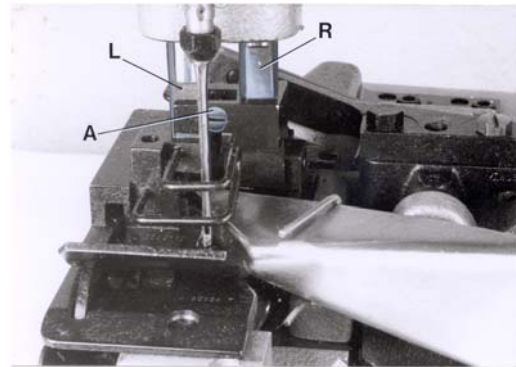

Fig. 10
Styles 80800TL, TAL, U, UA, UL and UAL have a two-piece presser foot. Insert the right presser foot part on the pivot of the right presser bar (R, Fig. 10) and align the flats on the left presser bar (L, Fig. 10) to the guide fork of the presser foot shank. The flats on the left presser bar should slide freely in the fork, this can be adjusted with screw (A). Secure this setting with the lock nut. Now insert the left presser foot part on the pivot of the left presser bar (L) and align it with needle slot and feeler slot to the throat plate. Tighten set screws in both presser foot shanks.
Los estilos 80800TL, TAL, U, UA, UL y UAL tienen un pie de dos piezas. Inserte la parte derecha de pie en el pivote de la barra de presión derecha (R, Fig. 10) y alinee las partes planas de la barra de presión izquierda (L, Fig. 10) con la horquilla del tronco del pie. Las partes planas de la barra de presión izquierda deberían deslizarse libremente en la horquilla, este ajuste se logra con el tornillo (A). Asegure este ajuste con la tuerca. Ahora inserte la parte izquierda del pie en el pivote de la barra de presión izquierda (L) y alinee lo con la ranura para la aguja y la ranura del palpador en la placa de la aguja. Apriete los tornillos en ambas partes del pie.